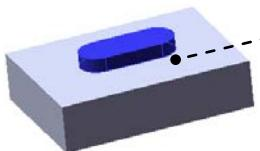

图 16.6.32 凸台一拉伸 2
(3) 定义拉伸深度属性。
- ① 定义深度方向。采用系统默认的深度方向。
- ② 定义深度类型和深度值。在“凸台一拉伸”对话框 **方向1** 区域的下拉列表中选择 **给定深度** 选项，在 **D1** 中输入深度值 5.0。
(4) 单击 按钮，完成凸台一拉伸 1 的创建。
Step3. 创建图 16.6.32 所示的零件基础特征——凸台一拉伸 2。
(1) 选择命令。选择下拉菜单 **插入(I)** → **凸台/基体(E)** → **拉伸(B)...** 命令 (或单击“特征(F)”工具栏中的  按钮)。
(2) 定义特征的横断面草图。
① 定义草图基准面。选取图 16.6.32 所示的表面作为草图基准面。